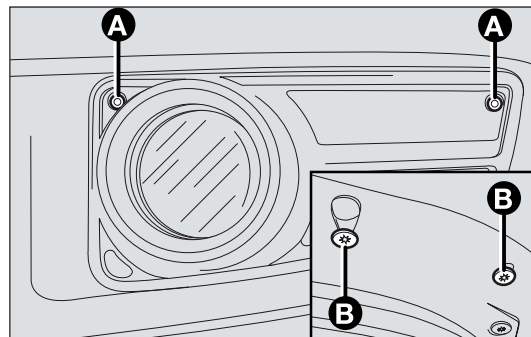

fig. 149
- ☐ svitare le due viti A e B-fig. 149 fissaggio fendinebbia su paraurto e sfilare la mostrina completa di fendinebbia, scollegando il connettore;